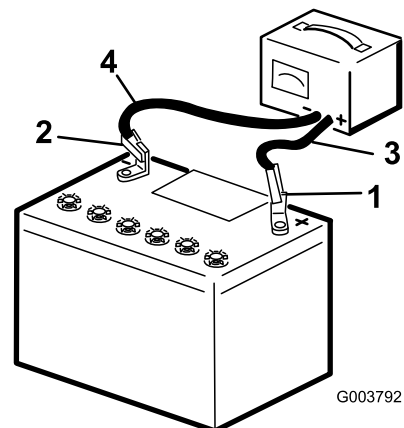

Bild 66
3. Schließen Sie das Plus-Batterieladegerätkabel am Pluspol der Batterie an (Bild 66).
4. Schließen Sie das Minus-Batterieladegerätkabel am Minuspol der Batterie an (Bild 66).
- Wenn die Batterie ganz aufgeladen ist, ziehen Sie den Stecker des Ladegeräts aus der Stromquelle. Klemmen Sie dann die Klemmen des Ladegeräts von den Batteriepolen ab (Bild 66).